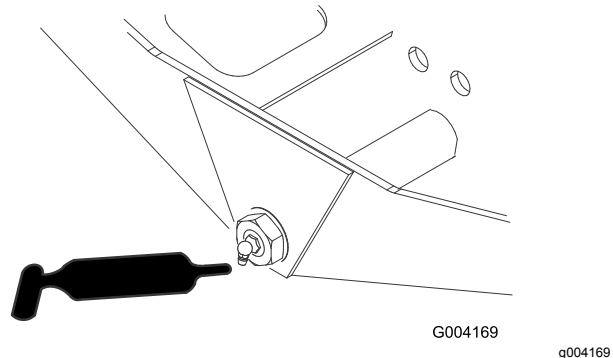

Figure 51
- Pivot de direction d'essieu (1)—Figure 51